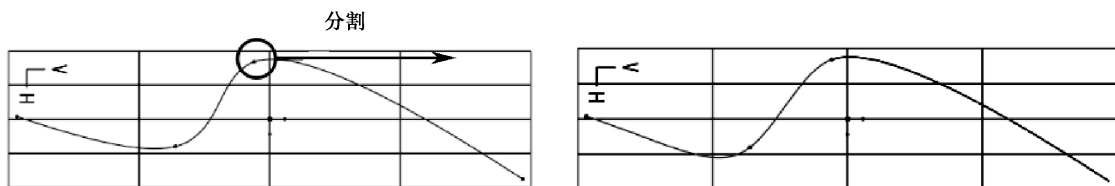

图 7-99 曲线点分割
③ **曲线分割**: 点选绘制完成的曲线, 单击曲线编辑按钮 , 在曲线上需要分割曲线的位置按住鼠标右键不放, 弹出快捷菜单。选择【分割】, 那么曲线将被光标处的曲线点分割, 效果如图 7-99 所示。